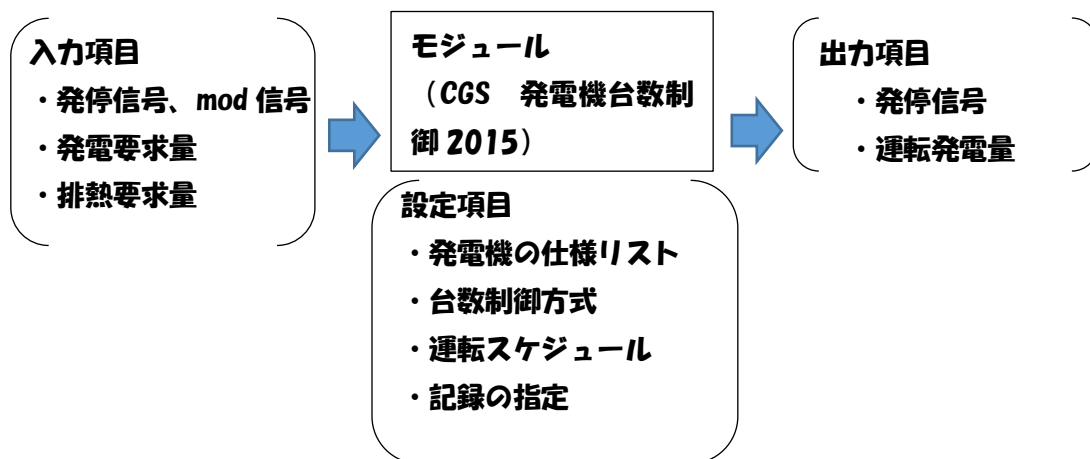

図1 モジュールの設定項目・入力項目・出力項目
(4) スペックの入力項目 (図 1 における設定項目)
(5) シーケンス接続 (図1における入力項目、出力項目)